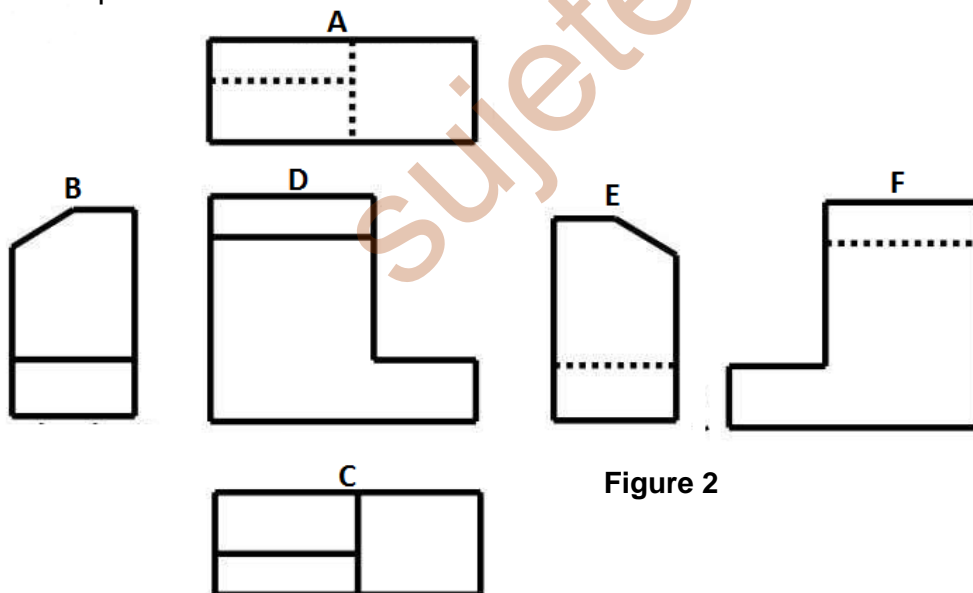

**Figure 1**
1.2. La projection orthogonale de la pièce ci-dessus ( **figure 1**)est représenter ci-dessous ( **figure 2**) observer attentivement ces deux figures et compléter le tableau ci-dessous( **tableau N°2**) par une correspondance de lettre .